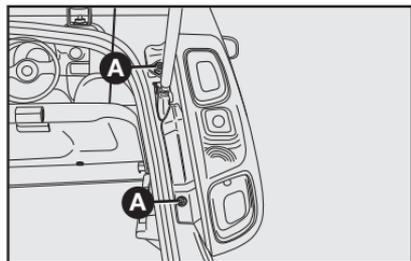

fig. 18
1) retirar os dois parafusos **A-fig. 18** usando chave específica (não fornecida). Puxar a lanterna para fora de maneira a soltar das duas travas;
5) recolocar o grupo ótico da lanterna, apertando os parafusos **A-fig. 18**.